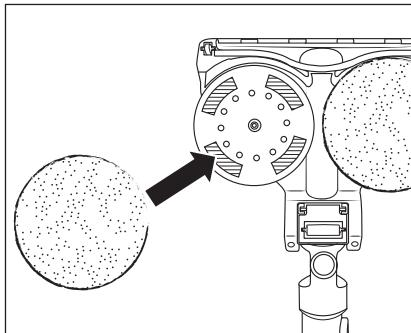

Fig. 17
- ◆ For at sætte moppesuden ④ på moppestykket ① skal du lægge den midt på en af de 2 drejeskiver på undersiden af moppestykket ① (se fig. 17). Tryk den så fast på drejeskivenes velcrobånd.